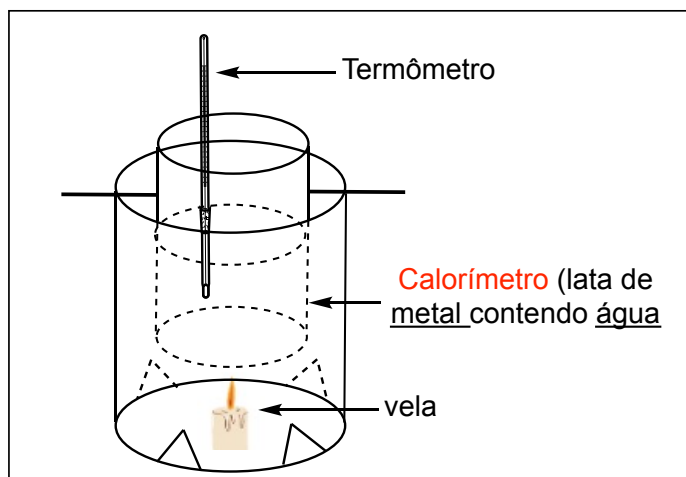

Figura 2. Representação da montagem de um calorímetro alternativo.
Na **Figura 2** é representado um calorímetro rústico, que consiste em uma lata pequena com água e uma lata maior usada como suporte e para minimizar a perda de calor pelo movimento do ar.
2. Monte o calorímetro de lata, conforme Figura 2, e meça a temperatura da água.